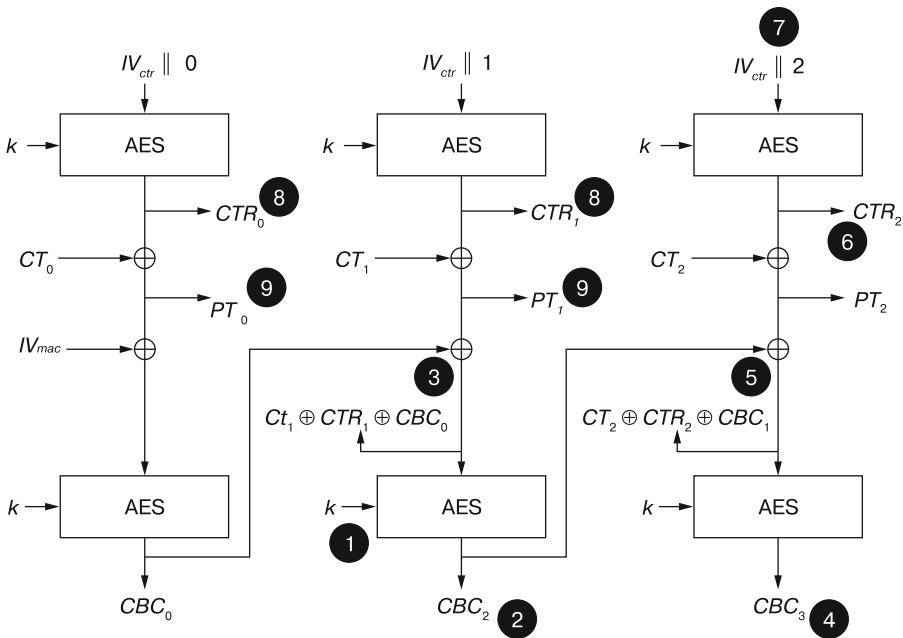
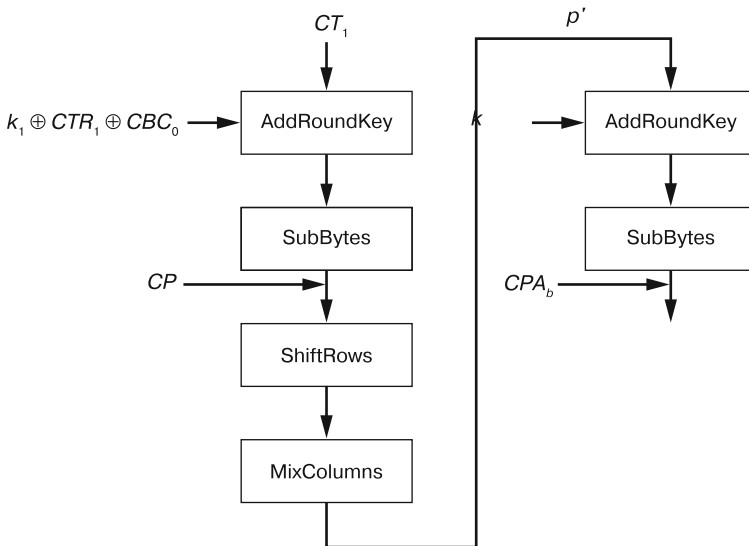

Рис. 13.3. Все, что вам нужно знать об AES-CCM для проведения атаки
Рис. 13.4. Две атаки CPA: одна на преобразованный ключ и одна на обычный
Алгоритм AES-CCM используется для шифрования и аутентификации файла прошивки (спецификацию AES-CCM можно найти в IETF RFC 3610), поэтому мы не можем просто так взять и загрузить поддельный образ. Сначала нам нужно извлечь ключ. Для этого флеш-чип SPI становится нашим «входом» в алгоритм шифрования, который мы можем взломать с помощью анализа потребляемой мощности. В этом случае CCM усложняет все чуть больше, чем может показаться на первый взгляд. У нас больше нет прямого доступа к режимам шифрования, поскольку в AES-CCM используется режим AES-CTR и AES-CBC. На рис. 13.3 приведен обзор CCM, включающий лишь то, что нам нужно для атаки.
В случае с ССМ мы не можем атаковать операцию $\text{AddRoundKey}(k, CT_m \oplus CTR_m \oplus CBC_{m-1})$, но можем атаковать $\text{AddRoundKey}(k \oplus CTR_m \oplus CBC_{m-1}, CT_m)$, поскольку контролируем значение CT_m ! Если предположить, что у целевого устройства есть утечки, то мы можем использовать CPA_a (рис. 13.4), чтобы найти преобразованный ключ $k \oplus CTR_m \oplus CBC_{m-1}$, что само по себе бесполезно. Этот преобразованный ключ позволяет вычислить все промежуточные данные до второй операции $\text{AddRoundKey}(k, p')$. Во второй операции AddRoundKey снова используется значение k , которого мы не знаем. Однако мы знаем преобразованный раундовый ключ и CT , поэтому можем вычислить p' . Теперь мы можем применить стандартную атаку CPA_b , используя p' , чтобы восстановить k со второго раунда AES.
Получив значение k (4 на рис. 13.3), мы должны выполнить еще несколько действий. Обратите внимание, что у нас до сих пор нет PT и ни одного IV . Однако значение k позволяет нам завершить «модифицированный» расчет AES на рис. 13.4 для получения блоков CBC_m (2). Этот блок можно расшифровать, чтобы получить $CT_m \oplus CTR_m \oplus CBC_{m-1}$ (3), и, поскольку мы знаем CT_m , узнаем и $CTR_m \oplus CBC_{m-1}$.